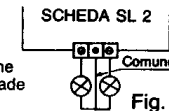

Fig. 3
3.C) La morsetteria di questa schedina è a tre posti; quello centrale sarà collegato al comune (filo blu) delle due lampade, gli altri due posti andranno collegati al filo di ritorno delle lampade (vedi fig. 3).